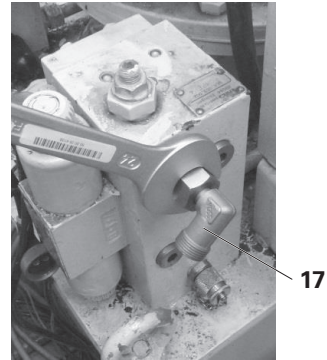
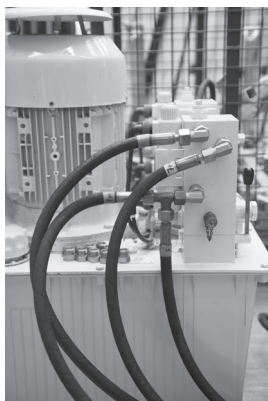

Fig. 24
Fig. 27
3. Per gli attacchi A1 e A2, avvitare i gomiti filettati **(17)** sui raccordi filettati maschio dritti e stringere con la chiave fissa SW 24. (Fig. 24) Allineare gli attacchi come da Fig. 27.
(Fig. 27)